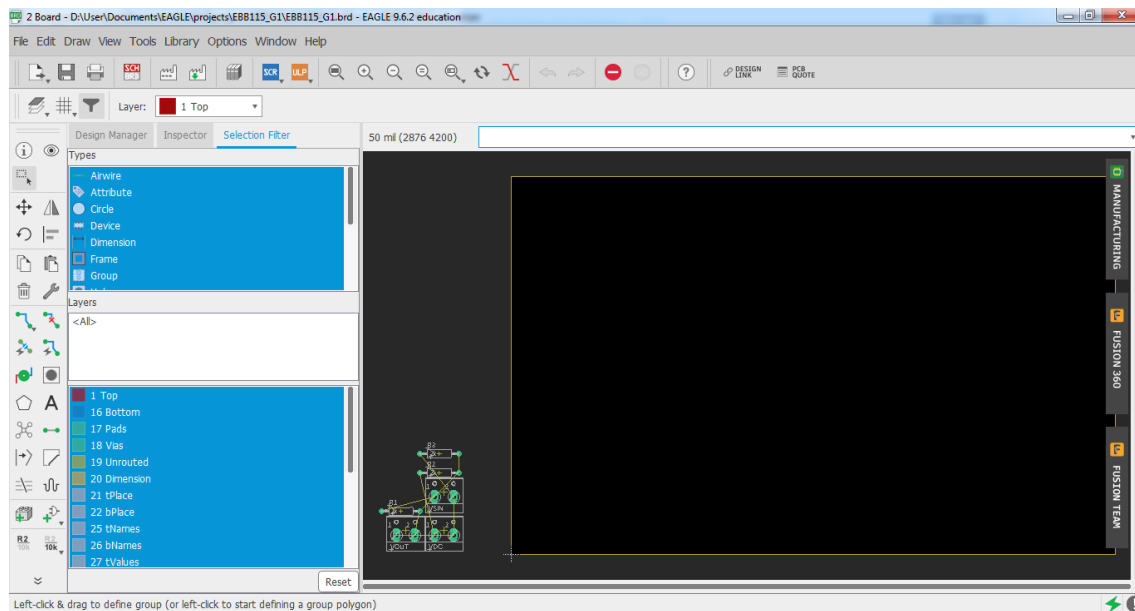

Figura 11: Ventana de diseño de la tarjeta de circuito impreso.
- Lo primero que debe hacerse es mover los componentes hacia el interior de la tarjeta (ver figura 11).